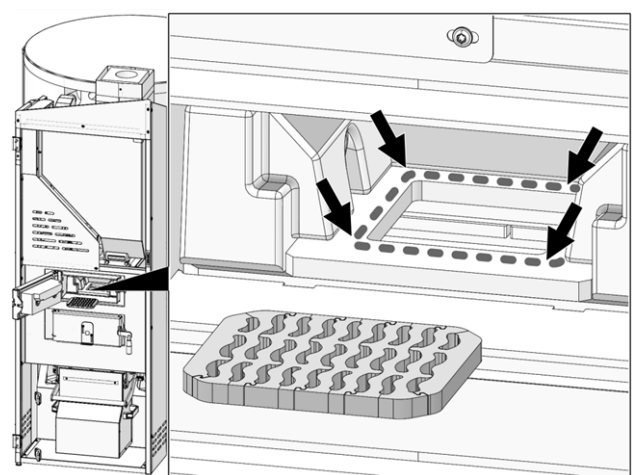

Abb. 2-53: Nettoyer la surface d'appui de la grille de combustion en acier inoxydable
- ▶ Retirer la grille de combustion en acier inoxydable **3** et insérer une nouvelle grille de combustion (remarque : avant d'installer la nouvelle grille de combustion en acier inoxydable, nettoyer la surface d'appui > Abb. 2-53)